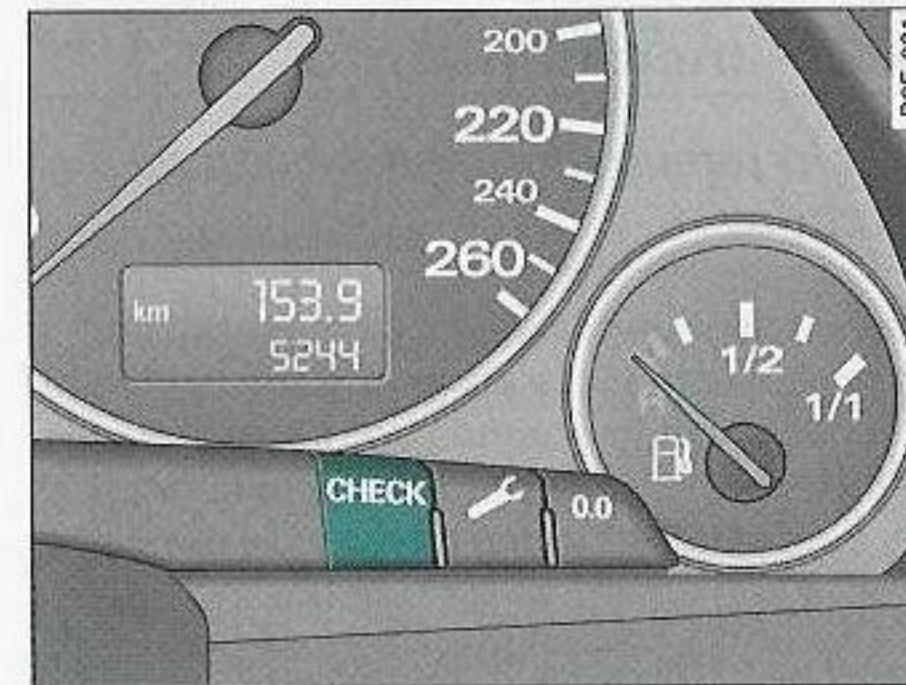

Fig. 20 Detalle del cuadro de instrumentos: Tecla CHECK
- Pulse brevemente la tecla CHECK ⇒ fig. 20.